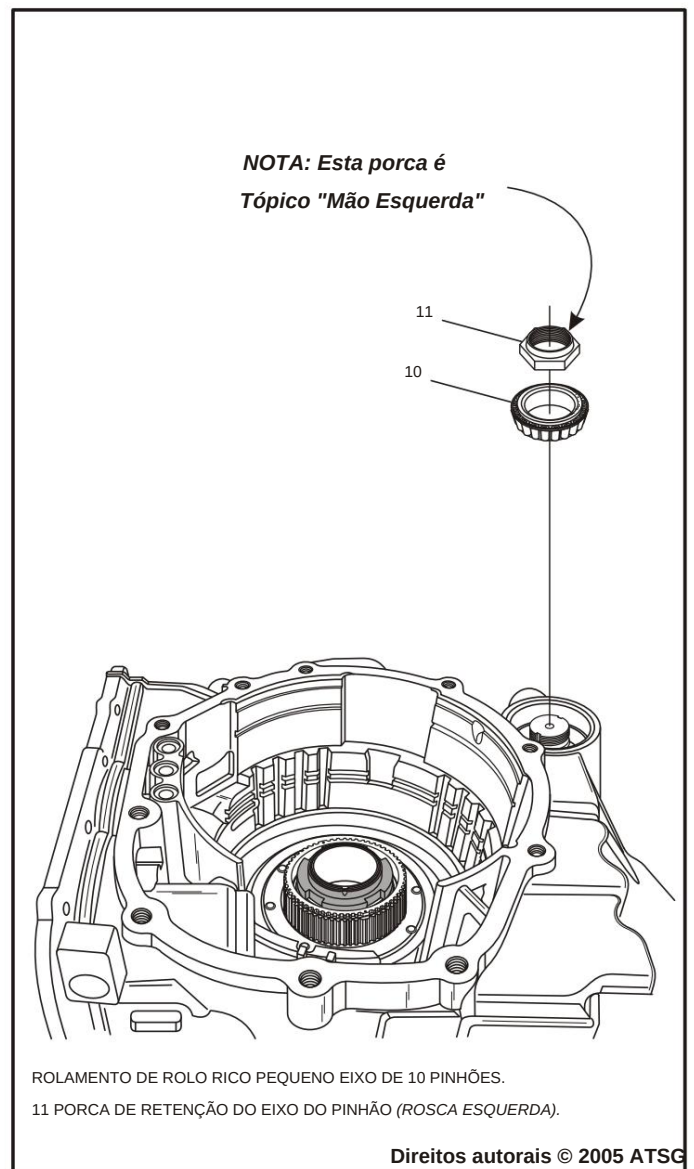

Figura 55
71. Remova a contraporca do eixo do pinhão usando uma chave de 41 mm soquete, conforme mostrado na Figura 55.
72. Remova o eixo do pinhão e o pequeno cone rolamento de rolos, conforme mostrado na Figura 55.